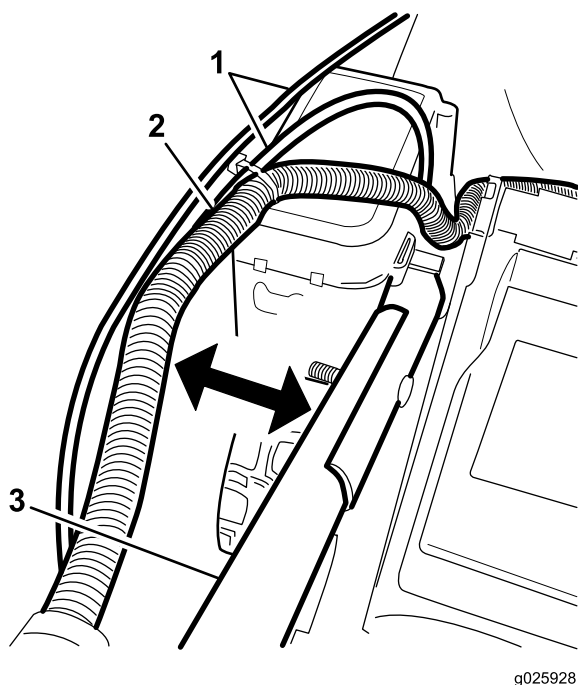

Figure 5
1. Bouton du guidon (2)
**Important:** Faites passer les câbles à l'extérieur du guidon quand vous déployez celui-ci (Figure 5).